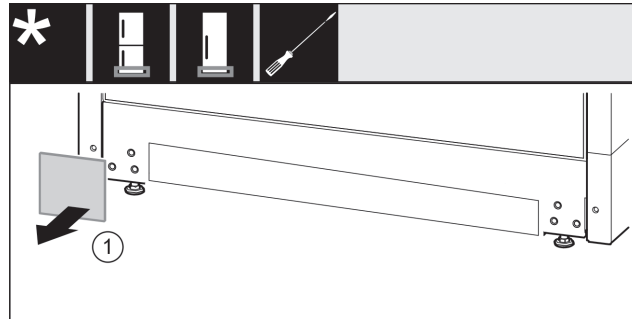

Fig. 14
- ▶ Abdeckung abnehmen. Fig. 14 (1)